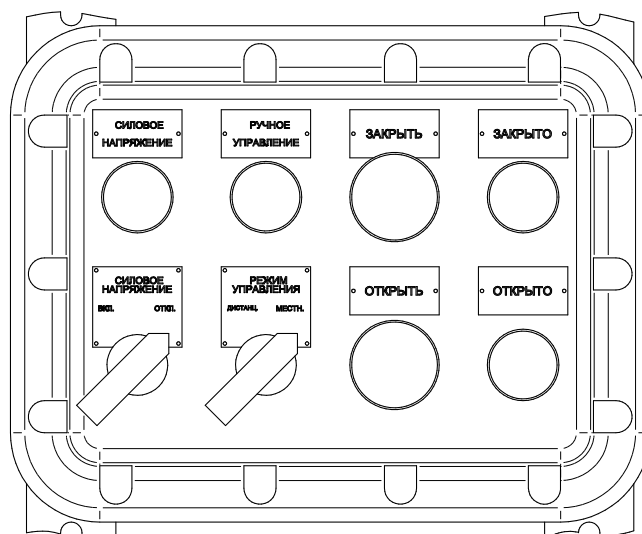
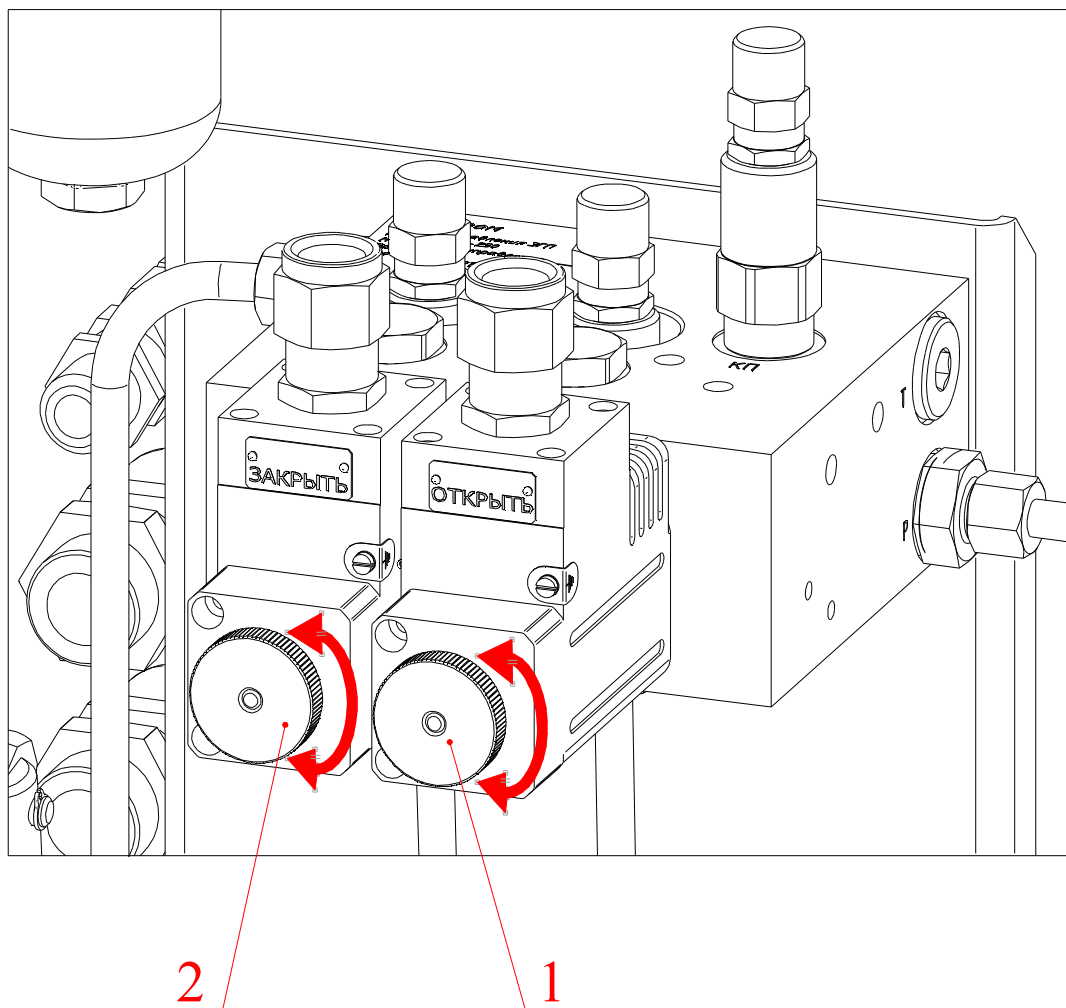
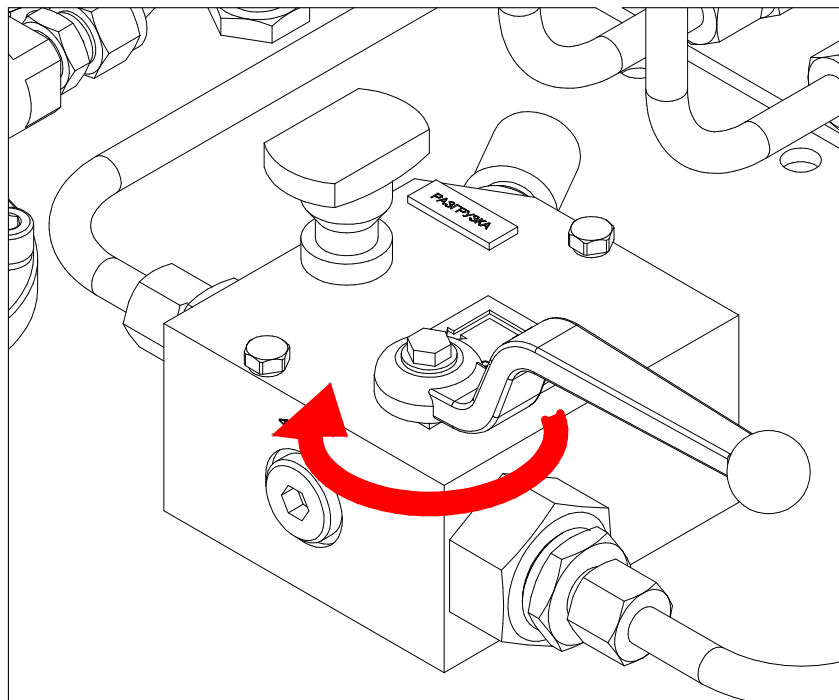
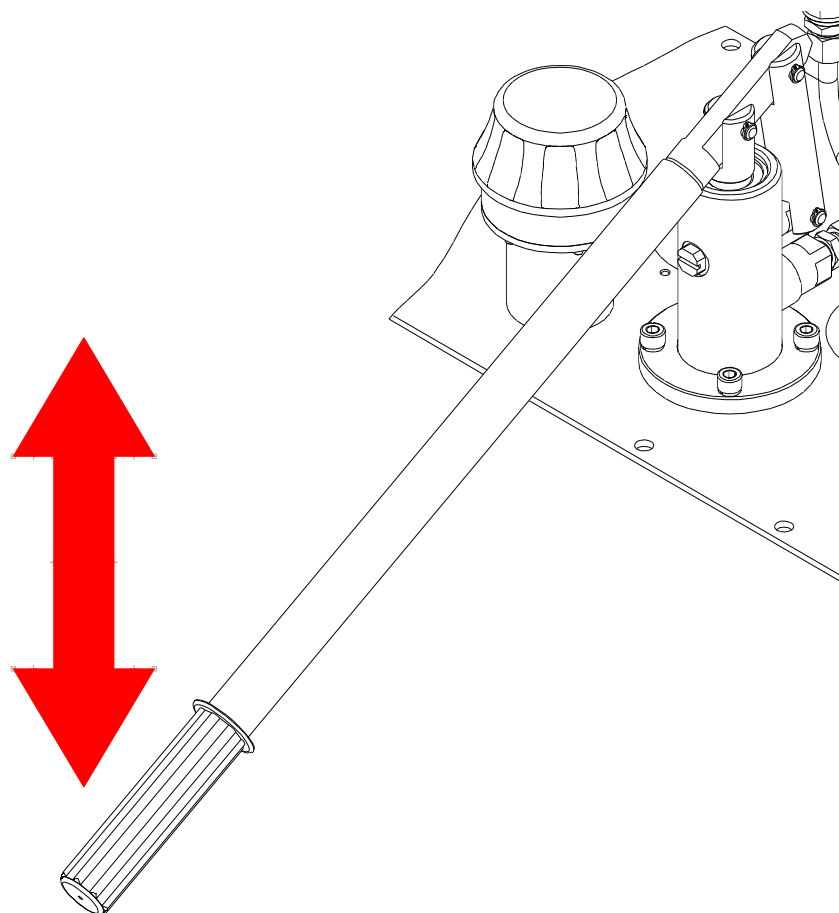

Рисунок 2 – Пульт управления ЭГП
Рисунок 3 – Ручное управление электромагнитными клапанами ЭГП
Рисунок 4 – Отключение гидроаккумулятора
Рисунок 5 – Работа ручным насосом
Ручное управление клапанами 14.1 и 14.2 осуществляется на месте при помощи кнопочных выключателей «ОТКРЫТЬ», «ЗАКРЫТЬ», расположенных на панели шкафа электрического управления привода (рисунок 3), либо закручиванием рукояток ручного управления ЭМК.
**ВНИМАНИЕ!!! ОПАСНОСТЬ:** При отсутствии напряжения управления на ЭГП исполнения НО и НЗ цилиндр привода всегда находится под давлением. Для избежания несчастных случаев необходимо вручную сбросить давление из цилиндра с помощью воздействия на рычаг ручного управления ЭМК (14.1 для НЗ, 14.2 для НО), предварительно отключив гидроаккумулятор с помощью рукоятки блока разгрузки (рисунок 4).
- переключатель силового напряжения на пульте управления ЭГП (рисунок 2) находится в положении «ВКЛ»;
Переключатель режима управления должен находиться в положении «МЕСТНОЕ». Далее необходимо отключить гидроаккумулятор от гидравлической системы управления приводом, закрыв кран 04 блока разгрузки (рисунок 4 и А.3.1 приложения А). Направление поворота рукоятки крана показано на панели блока разгрузки стрелкой. Далее, завернуть рукоятку ручного управления ЭМК открытия поз. 1 или закрытия поз. 2 по часовой стрелке до упора (рисунок 3) и работая ручкой ручного насоса (рисунок 5), произвести перестановку затвора шарового крана. Положение шарового крана отслеживать стрелкой указателя положения б рисунок А.1. При достижении крана крайнего положения будет заметен интенсивный рост давления свыше 90 бар.
Для открытия затвора крана приводом НЗ необходимо закрутить рукоятку ручного управления обоих ЭМК 14.1 и 14.2 (рисунок 3 и А.3.2 приложения А) поз. 1, 2.
Для закрытия затвора крана приводом НЗ рукоятки ручного управления обоих ЭМК 14.1 и 14.2 (рисунок 3 и А.3.2 приложения А) поз. 1, 2 должны быть выкручены.
Для закрытия затвора крана приводом НО необходимо закрутить рукоятку ручного управления обоих ЭМК 14.1 и 14.2 (рисунок 3 и А.3.3) поз. 1, 2. Произвести перестановку привода с помощью ручного насоса, предварительно отключив гидроаккумулятор (рисунок 4) с помощью крана 04.
Для открытия затвора крана приводом НО рукоятки ручного управления обоих ЭМК 14.1 и 14.2 (рисунок 3 и А.3.3) поз. 1, 2 должны быть выкручены.
- зелёный индикатор «СИЛОВОЕ НАПРЯЖЕНИЕ» – горит постоянно и информирует о том, что силовое напряжение поступает на ЭГП (рисунок 2);
- красный индикатор «РУЧНОЕ УПРАВЛЕНИЕ» – горит при нахождении переключателя режима управления в положении «МЕСТНОЕ» и информирует о том, что ЭГП управляется с помощью кнопок пульта управления (рисунок 2) или рычагов ручного управления клапанами (рисунок 3);
- зелёные лампы «ОТКРЫТО» и «ЗАКРЫТО» – горят при нахождении переключателя режима управления в положении «МЕСТНОЕ» и информируют о положении крана (рисунок 2);
- жёлтая подсветка кнопок «ОТКРЫТЬ» и «ЗАКРЫТЬ» – горит при нахождении переключателя режима управления в положении «МЕСТНОЕ» и информирует о том, что напряжение управления поступает на ЭГП (рисунок 2);
та управления убедитесь, по индикатору «СИЛОВОЕ НАПРЯЖЕНИЕ» (рисунок 2), в отсутствии напряжения.
2.2.3.2 При установке совместить шпоночный паз в рычаге привода со шпонкой на шпинделе арматуры, далее опуская привод на арматуру совместить шпильки в приводе с отверстиями крепления во фланце арматуры при помощи ручного насоса 03 на приводе (рисунок 5 и А.3.1 приложения А), поворачивая рычаг привода в необходимую сторону. Если произошел перебег штифтов необходимо снова переставить привод на закрытие на 5°-10° на закрытие и повторить операцию.
- произвести регулировку упора 15 (рисунок А.2), завернув его в крышку привода до соприкосновения со штоком. Это будет соответствовать положению пробки крана «открыто». Для регулировки упора, соответствующего положению шаровой пробки крана «закрыто», необходимо при помощи ручного насоса 03 на приводе (рисунок 5 и А.3.1 приложения А), ориентируясь по стрелке на указателе положения, произвести перестановку затвора на  $90^{\circ} + 1^{\circ}$  и завернуть упор 16 (рисунок А.2), в крышку привода до соприкосновения со штоком. Упоры зафиксировать контргайками;